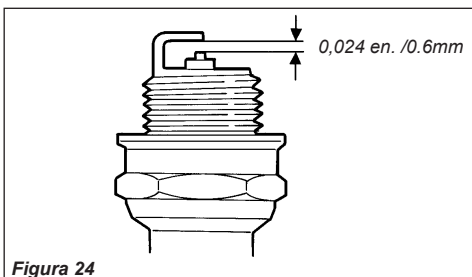

Figura 24
2. Limpie el electrodo con un cepillo de alambres. Si fuese necesario, ajuste la separación entre los electrodos. La separación debe ser de 0,024 en. /0.6mm. Ver la Figura 24.